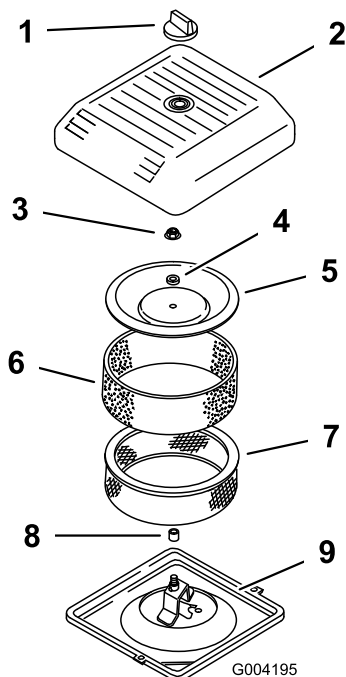

Figure 17
2. Dévissez le bouton et déposez le couvercle du filtre à air (Figure 17).
3. Glissez délicatement le préfiltre en mousse hors de l'élément en papier (Figure 17).
4. Dévissez l'écrou du couvercle et enlevez le couvercle, l'entretoise et l'élément en papier (Figure 17).
2. Posez l'ensemble filtre à air sur sa base (Figure 17).
- Montez le couvercle, l'entretoise et fixez-le avec l'écrou (Figure 17). Serrez l'écrou à 11 Nm.
- Remettez le couvercle du filtre à air et fixez-le à l'aide du bouton (Figure 17).